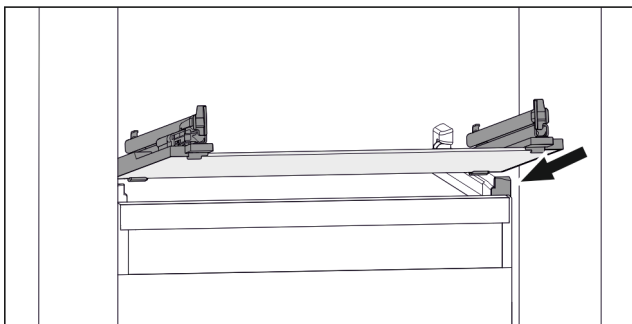

Fig. 60 Reprezentare exemplificativă a plăcii de sticlă
- Așezați placa de sticlă oblic în spatele opritoarelor. (vezi Fig. 60)